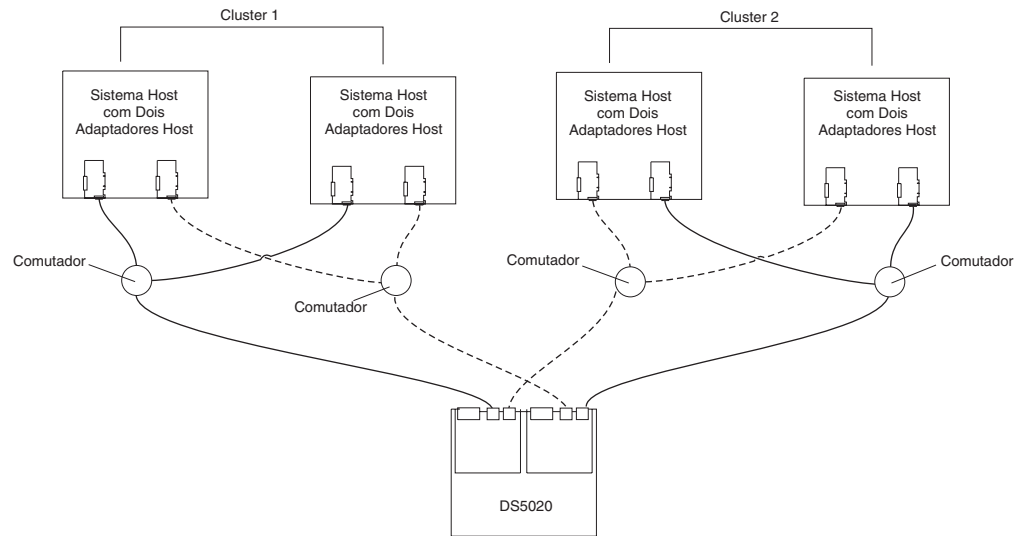

Figura 60. Exemplo de uma Configuração com Dois Clusters
- Dois clusters, conforme mostrado na Figura 60 na página 95
A Figura 60 na página 95 mostra um exemplo de uma configuração com dois clusters.